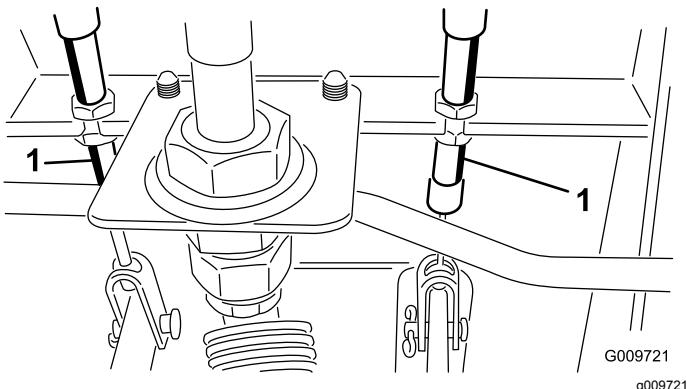

Figure 53
- A. Desserrez l'écrou avant sur l'extrémité filetée du câble de frein (Figure 53).